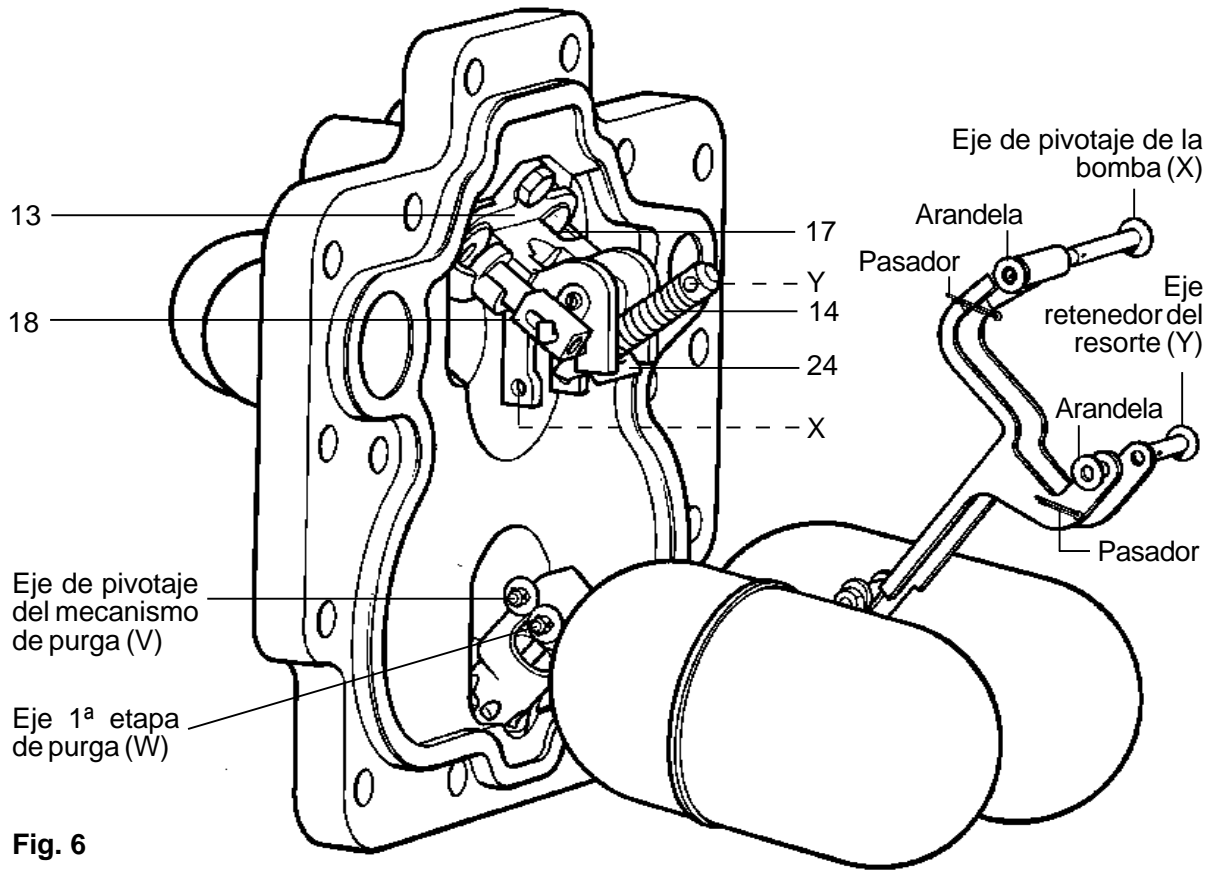
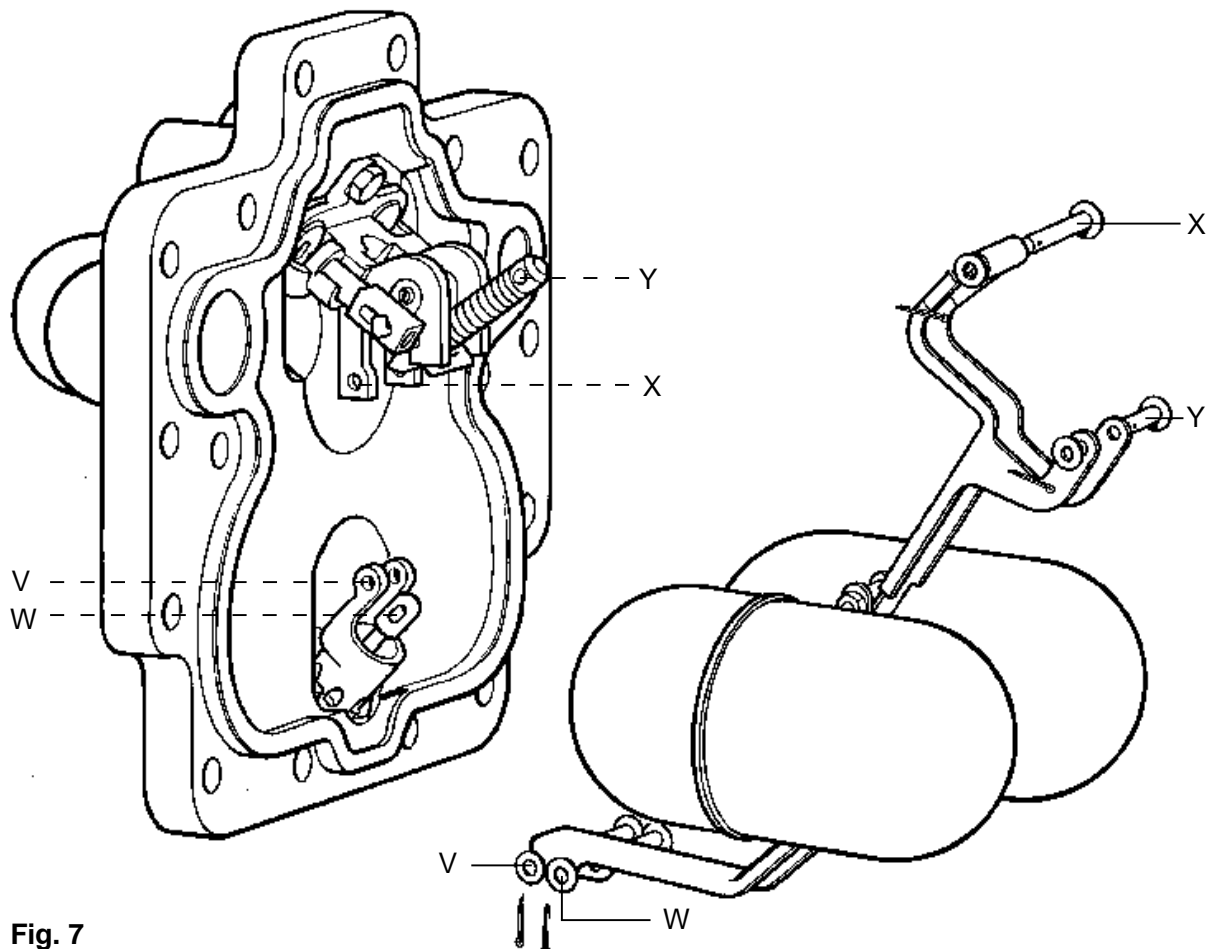

Fig. 6
Fig. 7
3. Quite un pasador y arandela de un lado del eje de sujeción del resorte (Y) (Ver Fig. 6).
4. Quite un pasador y arandela de un lado del eje de pivotaje de la bomba (X).
5. Con cuidado deslice los ejes sacándolos de sus posiciones respectivas, observando la orientación del resorte y el brazo actuador (item 14, 24) en el soporte de bomba (item 13) ya que deberán rearmarse más adelante.
6. Quite un pasador y arandela de un lado del eje de sujeción de la válvula de 1ª etapa de purga (W).
7. Quite un pasador y arandela de un lado del eje de pivotaje del mecanismo de purga (V).
10. La secuencia más sencilla de montar los ejes nuevos es la siguiente:- (Ver Fig. 7).